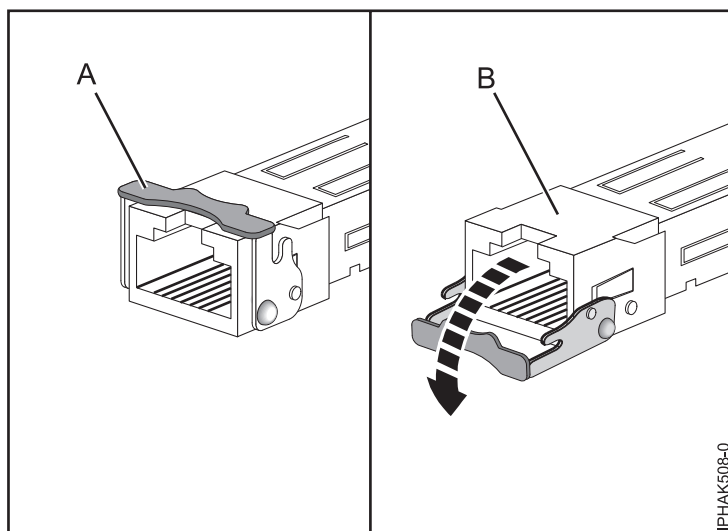

Figura 77. Extracció dels transceptors SFP dels adaptadors
- b. Obriu el pestell (A) fent-lo girar i traient-lo de la targeta tal com es mostra a la Figura 77.
- c. Desplaceu el transceptor (B) traient-lo fora del maquinari de l'adaptador.